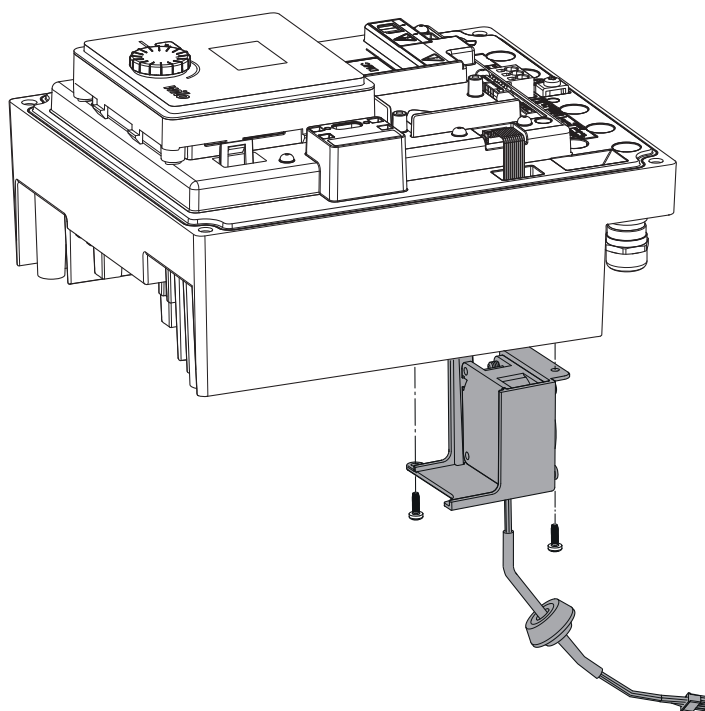

Fig. 48: Retirer le ventilateur du module, ainsi que le câble et le joint en caoutchouc
- Retirer le ventilateur du module et débrancher le câble avec le joint en caoutchouc de la partie inférieure du module (Fig. 48).